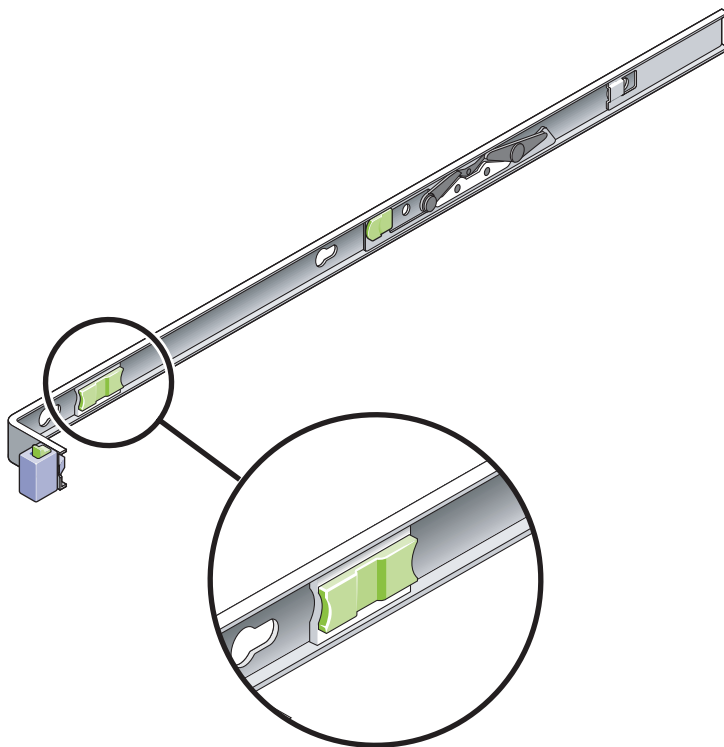

ABBILDUNG 2-14 Schienenentriegelung
6. Lösen Sie gleichzeitig beide Schienenentriegelungen (ABBILDUNG 2-14) und drücken Sie den Server vollständig in das Rack.